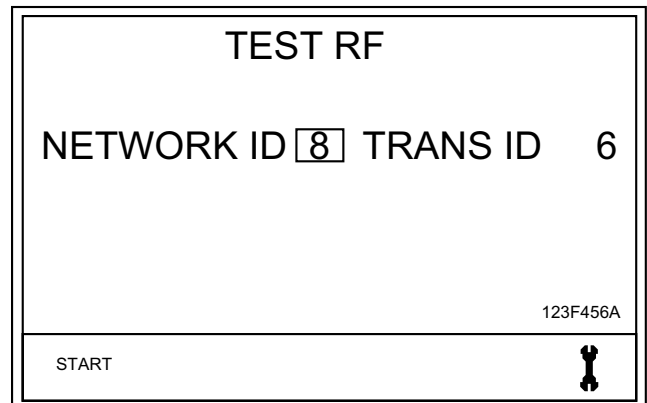

FIG. 7
4. Utilisez la FLECHE DROITE pour déplacer le curseur sur DÉMARRER (START) (FIG. 7).